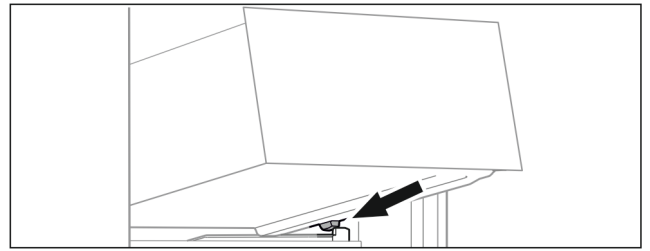

Fig. 167
- ▶ Наклоняя вниз, установите выдвижной ящик за стопоры на контейнерное ребро. (см. Fig. 167)